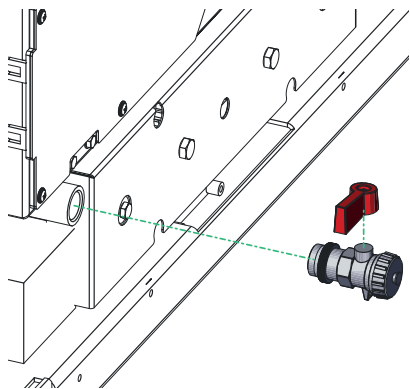

Fig. 22 Avvitare il rubinetto di riempimento e svuotamento e reinserire la maniglia
- Avvitare il rubinetto di riempimento e svuotamento sul lato destro sotto la caldaia. Infilare nuovamente l'impugnatura – Fig. 22.